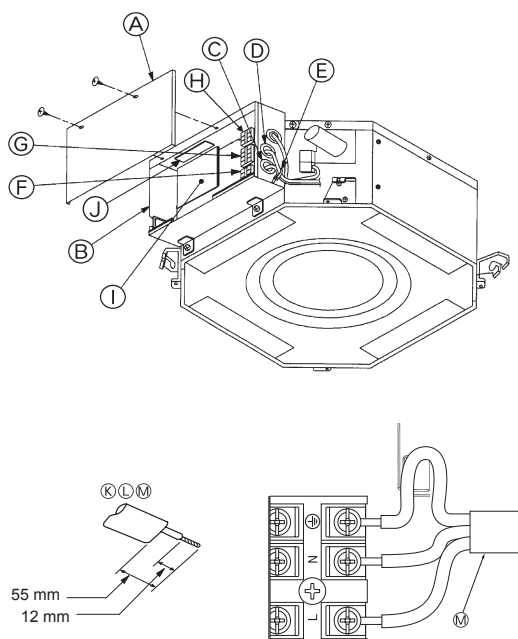

Fig. 4-1
4.1. Unidade interior (Fig. 4-1)